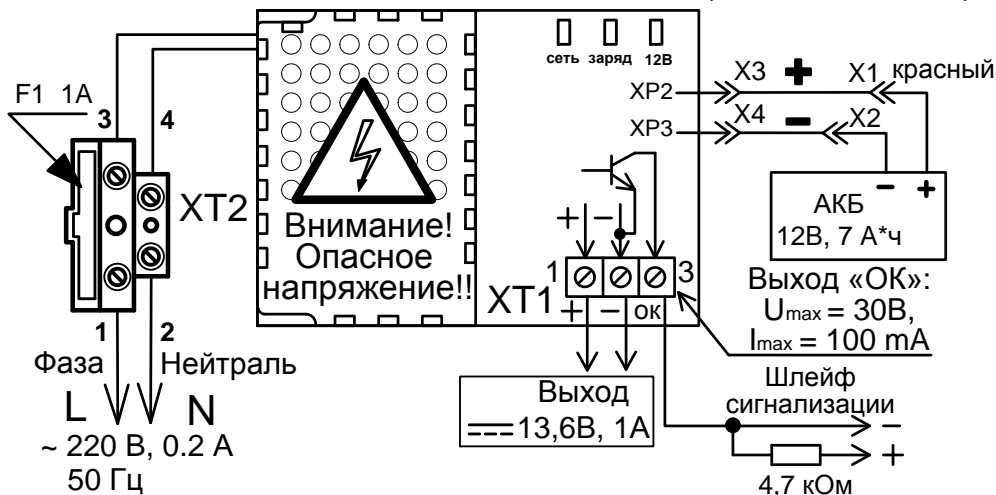

Рисунок 2 Схема подключения РИП-12 исп.11 (РИП-12-1/7П2)
При подключении проводов внешнего питающего напряжения 220 В к сетевой колодке необходимо соблюдать правильность подключения «фаза» и «нейтраль». Подключение цепей к РИП производить в соответствии с рис. 2.
2.3.1 Проверить правильность произведённого монтажа в соответствии со схемой подключения РИП-12 исп.11 (РИП-12-1/7П2) (рис. 2).
2.3.3 При необходимости дистанционной сигнализации перехода на резервное питание или короткого замыкания подключить РИП к шлейфу сигнализации запитываемых приборов. Пример подключения РИП к приборам «Сигнал-20П», «С2000-4» и им подобным приведён на рис. 2.